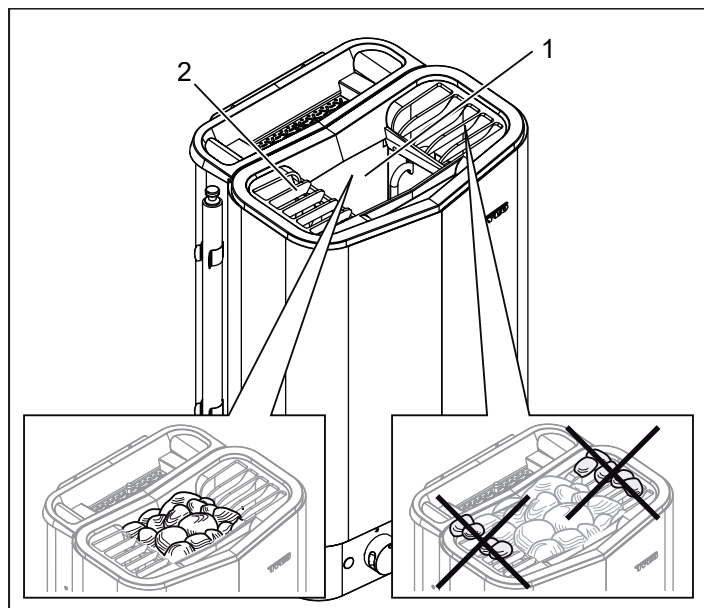

Рис. 1: Заполнение емкости для камней
10. Положите целые неповрежденные камни назад. При необходимости замените поврежденные камни новыми (см. раздел «Заполнение емкости для камней», рис. 1).